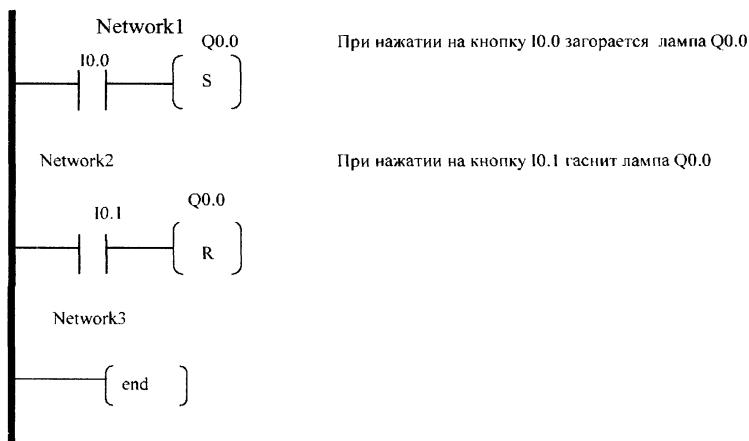

Рис. 1
- 3) Создайте новый проект по схеме на рис.1 и сохраните его.